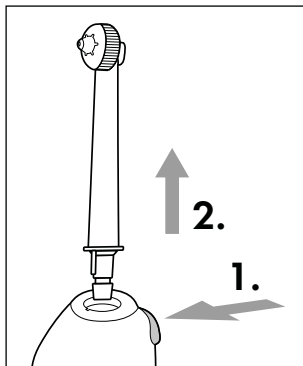

Fig. 3
- ◆ For at tage børstehovedet **2** af skal du trykke på udløserknappen **10** på håndstykket **4** og derefter tage børstehovedet **2** af håndstykket **4** (se fig. 3).